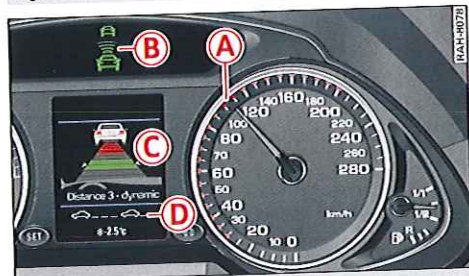

Fig. 134 Combiné d'instruments : adaptive cruise control
du tachymètre et s'affiche brièvement dans la ligne d'information **(D)** ⇒ fig. 134.
- Pour augmenter/réduire rapidement la vitesse, **maintenez** le levier vers le haut/le bas jusqu'à ce que la diode rouge **(A)** atteigne la vitesse de votre choix ⇒ page 129, fig. 134.
Après chaque modification, la vitesse nouvellement mémorisée apparaît brièvement dans la ligne d'information ⇒ page 129, fig. 134 ④.
Les différents symboles pour les distances estimées en temps apparaissent dans la ligne d'information ⇒ page 129, fig. 134 ④ lorsque vous modifiez les réglages.